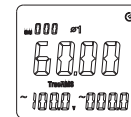

图12-1
- 4) 负载为三相四线制时, 先按SELECT键选择第一相位 $\phi 1$, 如图12-1, 显示相位 $\phi 1$ 的频率Hz值, 电压V值, 电流A值。